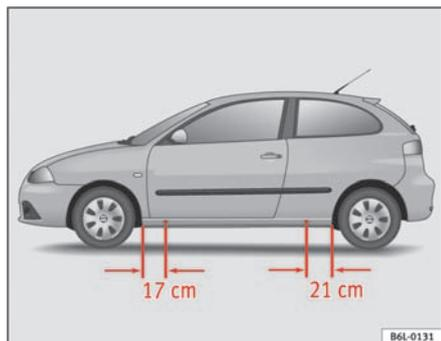

Fig. 142 Puntos de apoyo del gato
- Busque en el larguero inferior del vehículo el punto de apoyo mas cercano a la rueda pinchada ⇒ fig. 142.
En el larguero inferior van marcados los lugares en los que se puede apoyar el gato ⇒ fig. 142. Se ha previsto un lugar para cada rueda. El gato no debe colocarse en otros lugares.